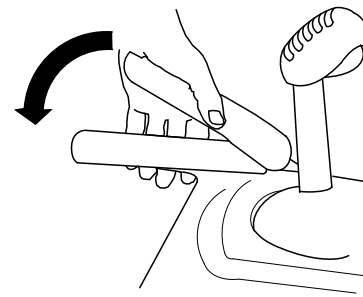

Figura 22
1. Per innestare la trazione, premete la leva sinistra (della trazione) contro l'impugnatura (Figura 22).